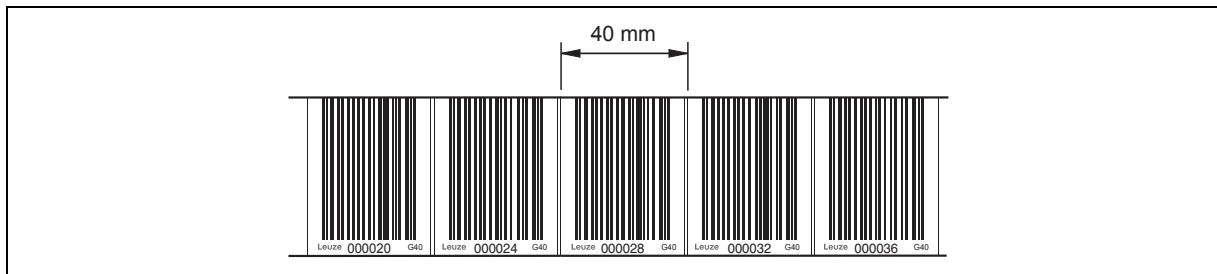

Figure 6.10 : Vérification du résultatat de l'impression du kit de réparation de la BCB
3. Vérifiez le résultatat de l'impression en mesurant l'écart entre deux codes (voir Figure 6.10).